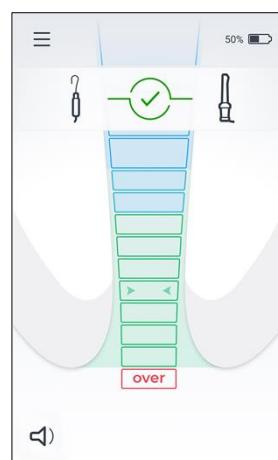

Fig. 4
3. Pe ecran ar trebui să apară pictograma „Test de conectare a cablului” – a se vedea Fig. 4.